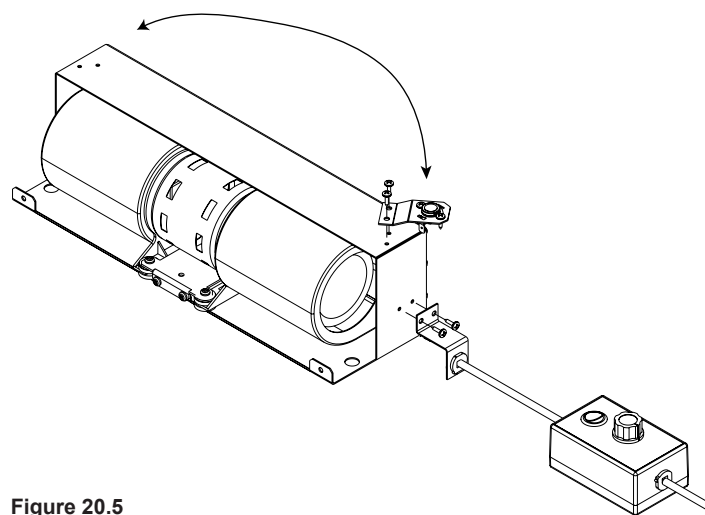

Figure 20.5
3. À l'aide du tournevis à tête cruciforme, retirez le support du disque d'arrêt et le support de retenue du cordon sur le côté droit (**Figure 20.5**).
4. Réinstallez le support du disque d'arrêt et le support de retenue du cordon au côté gauche du boîtier du ventilateur (**Figure 20.5**).